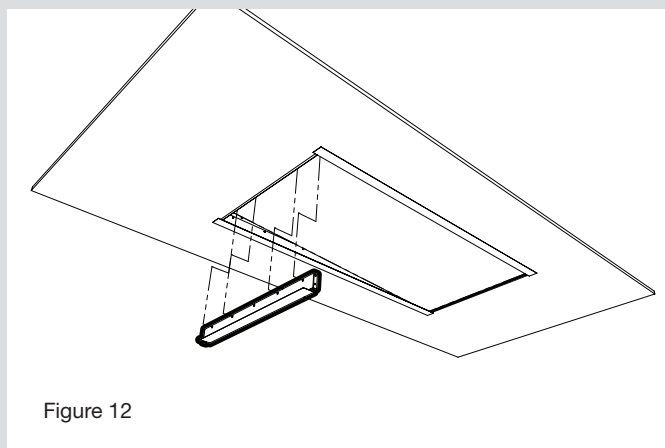

Figure 12
10. Faire de même avec l'arrière de la tuile (Fig.12).